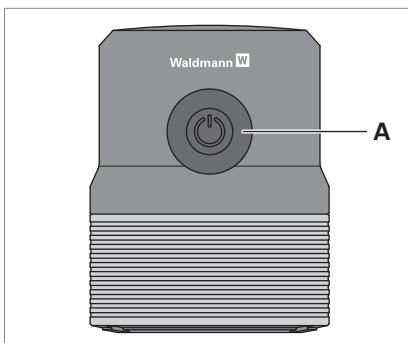

Fig. 5: Taste.
- ▶ Um die Leuchte ein- und auszuschalten betätigen Sie die Taste **A** auf der Oberseite des Leuchtenkopfs, siehe Fig. 5.
- ▶ Um in den Dimmmodus zu wechseln, drücken Sie die Taste **A** und halten Sie diese für 10s gedrückt, siehe Fig. 5. Der erfolgreiche Wechsel in den Dimmmodus wird durch ein Aufblitzen der Leuchte bestätigt.